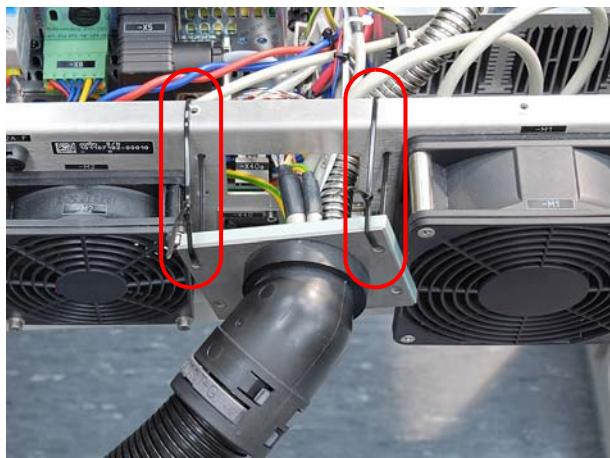

Abbildung 7.212 Kabeleinführung
8. Als Zugentlastung zwei geeignete Kabelbinder in die Schraublöcher einführen und die Kabelbinder lokär schließen (siehe Abbildung 7.212).
17. Zugentlastung an der Kabeleinführung (siehe Abbildung 7.212, Seite 190) entfernen und Kabel vorsichtig aus dem Versorgungseinschub herausziehen.